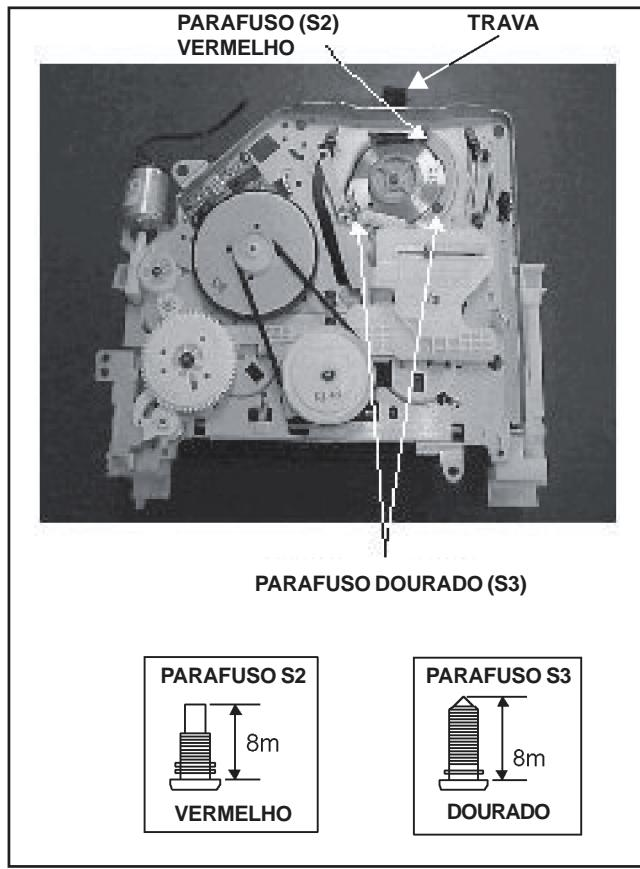

Fig. S11
2. Destrave as duas presilhas laterais para liberar o cabo flexível do cilindro como mostra a Fig. S11.
3. Remova um parafuso vermelho S2 e dois parafusos dourados S3 para remover a unidade do cilindro mostrada na Fig.S11.